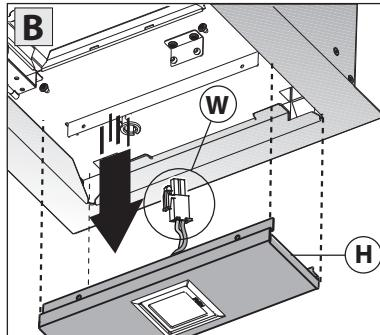

Fig. 5B
- 2 - De plafondlampen **H** verwijderen en om de installatie te vergemakkelijken ook connectoren **W** van de halogeenlampen losmaken zoals aangegeven in **Fig.5B**.